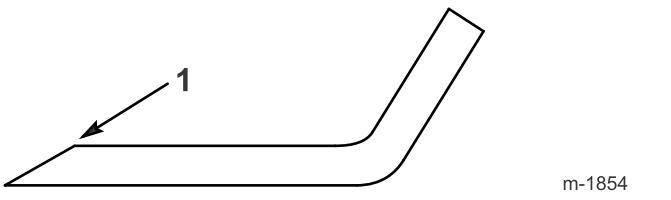

Figure 42
1. Au moyen d'une lime, aiguissez les tranchants aux deux extrémités de chaque lame (Figure 42).